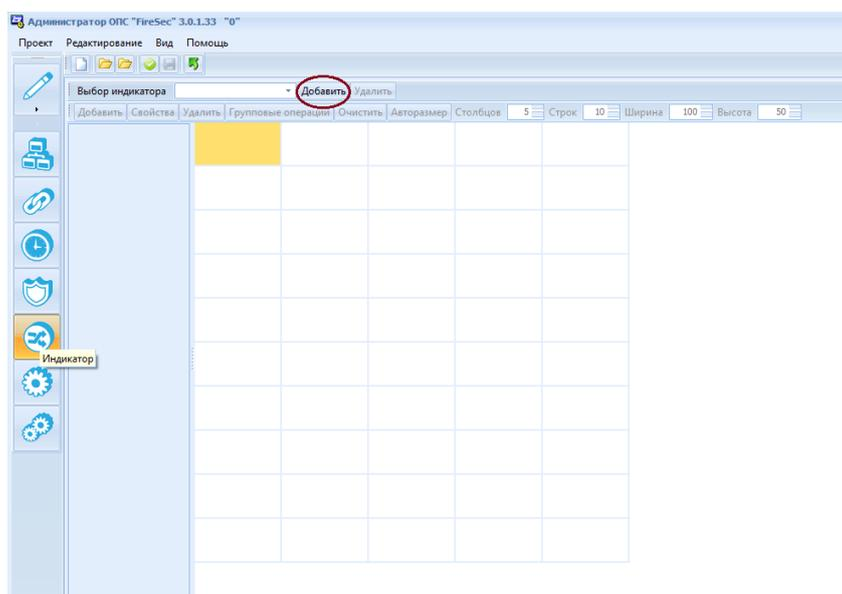
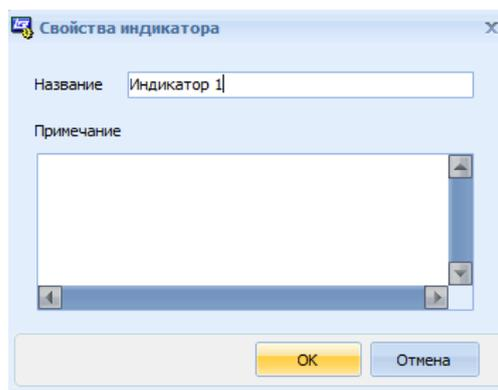

Рисунок 10.1 Вкладка Индикатор
Рисунок 10.2 Окно «Свойства индикатора»
- 1) В окне вкладки **Индикатор** на панели инструментов нажать кнопку **Добавить** (Рисунок 10.1) и в открывшемся окне «Свойства индикатора» ввести название индикатора и примечание, если оно необходимо, а затем нажать **ОК** (Рисунок 10.2);